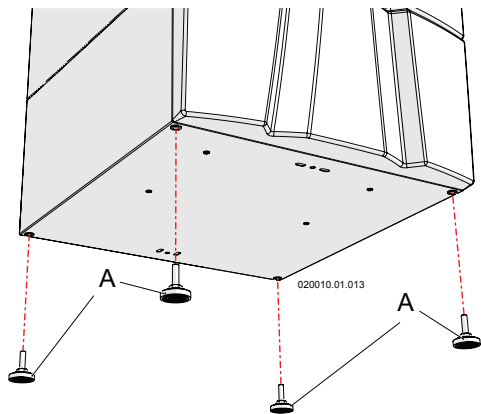

Figure 6-2 - Pieds de nivellement
- ☞ installer les pieds réglables "A" pour le nivellement de l'appareil selon la figure 6-2.